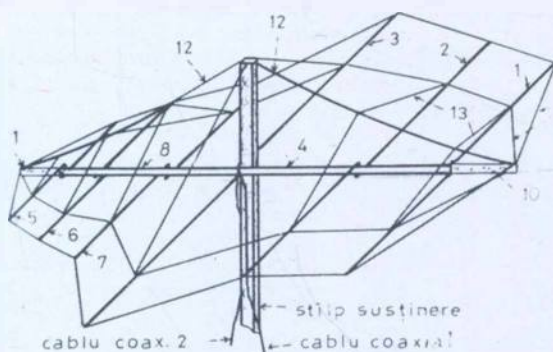

Fig. 3
În fig. 3 este arătat aspectul general al unei antene pentru trei benzi. Vibratoarele «1», «2» și «3», montate pe segmentul de linie «4» formează antena pentru banda de 14 MHz iar vibratoarele «5», «6», «7», și «3», montate pe segmentul de linie «8» formează antena pentru benzile 21 și 28 MHz. Vibratorul «3» este reflectorul comun pentru ambele antene.
**Filtrul trece-jos.** Pentru radioamatorii europeni frecvența liniilor este de 16 2/3=50/3 linii/secundă (pentru evitarea perturbațiilor datorite frecvenței rețelei de alimentare de 50 Hz). Cadru unei imagini avînd un raport de aspect de 1:1 și fiind format din 120 linii, rezultă pentru semnalul video o frecvență maximă de 120/λ×50/3=1000 Hz, în cazul extrem cînd se transmite o succesiune de 120 puncte, în care unui punct alb îi urmează un punct negru. Pentru a se evita pătrunderea subpurtătoare modulate în frecvență, în etajele următoare, fapt care ar înrăutăți calitatea imaginii, trebuie să se prevadă un filtru cu caracteristica trece-jos cu atenuare mare pentru frecvențele ce depășesc 1000 Hz. Filtrul preconizat este constituit dintr-o celulă centrală tip T, încadrată de două celule de adaptare. Factorii de calitate ai bobinelor L3, L4 și L5 trebuie să fie cît mai mari. Pentru aceasta ele se vor executa pe miezuri toroidale din ferită de audiofrecvență cu pierderi mici. În fig. 3 este prezentată caracteristica de trecere a